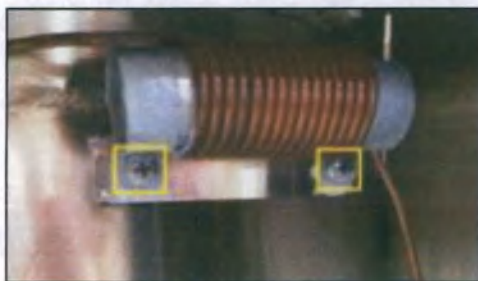

Рисунок 62 Болты катушки продувочного контура
- 2.4.1 Для шкафов серии и серии MVE (с верхней крышкой) место установки находится на задней панели замораживателя. Снять заднюю панель шкафа. Открутить болты, которые крепят зажимы катушки продувочного контура в верхней части резервной батареи, установленной внутри заднего корпуса. См. Рис. 62.